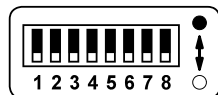

Рис.1. DIP-переключатели
- 3.3. Установите DIP переключателями значение выходного тока, необходимого для питания подключаемой нагрузки. Соответствие положения переключателей и тока указано на корпусе диммера. Черная точка соответствует верхнему положению переключателя, белая – нижнему (Рис.1).